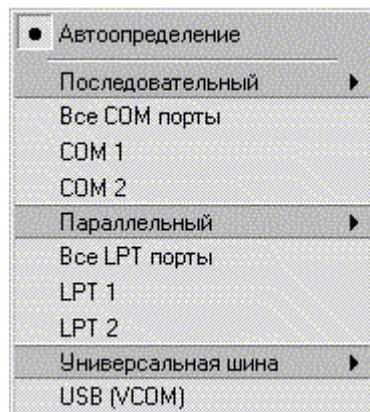

Рис.4.3. Панель меню выбора порта связи
2. Выбрать тип порта связи. Для чего с помощью указателя мыши или клавиатуры открыть пункт главного меню (рис. 3.4) «Опции». В нем выбрать подпункт «Порт связи», при этом откроется дополнительная панель меню с доступными портами и шинами связи (рис.4.3). Конкретное содержание данной панели меняется в зависимости от типа устройства и конфигурации Вашей ПЭВМ (содержание подпунктов данного пункта настраивается автоматически). Если Вы не уверены в точном названии порта связи, в который подключили адаптер, то можете использовать пункт «Автоопределение», но при этом поиск и инициализации порта связи адаптера значительно затянутся по времени. Если вы точно знаете тип порта («Последовательный» или «Параллельный»), но не уверены в знании его номера, то можете использовать подпункты «Все COM порты» или «Все LPT порты» соответственно, так как это значительно сократит время инициализации адаптера. Минимальное время инициализации обеспечивается при точной установке типа и номера порта. При использовании USB шины номер ее определяется программой автоматически. Следует помнить, что при смене типа объектового устройства возможно переключение выбранного порта связи на «Автоопределение», если данное устройство не может работать с выбранным портом. Кроме того, при смене порта связи снимается ранее проведенная инициализация адаптера, порта и прибора (гаснут зеленые лампочки индикаторов инициализации (рис.3.10) и загораются красные).